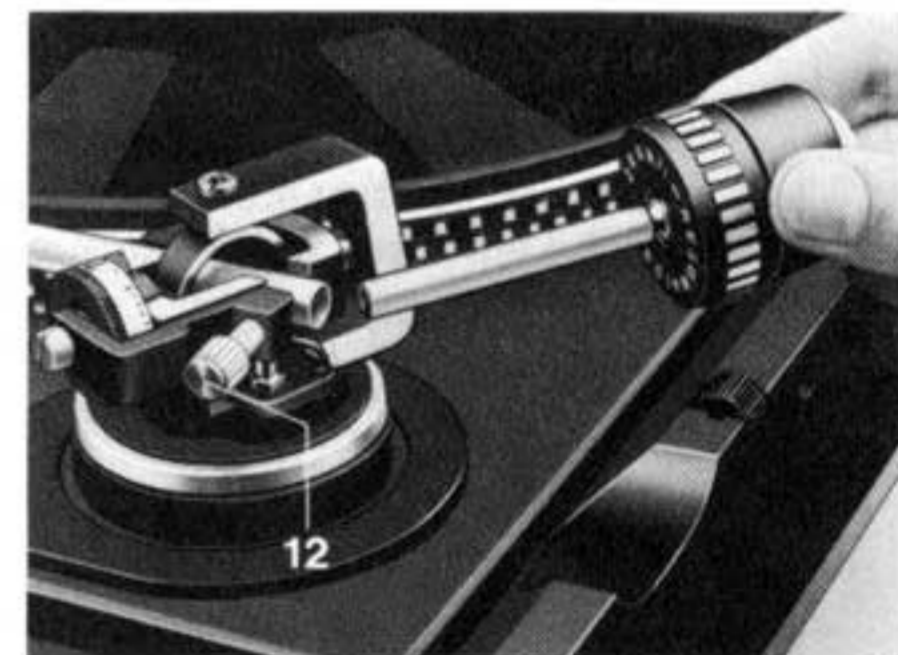

Fig. 3
Nehmen Sie bitte das Tonarm-Balancegewicht aus dem Styroporeinsatz und stecken Sie den Dorn des Balancegewichtes, nach Lösen der Feststellschraube (12), in die dafür vorgesehene Öffnung am hinteren Ende des Tonarmes. Die dreikantförmige Aussparung am Dorn muß dabei nach unten zeigen (Fig. 3). Das Ausbalancieren sowie das jetzt erforderlich werdende Einstellen von Auflagekraft und Antiskating ist ausführlich beschrieben auf den Seiten 16, 18 und 20.
Placer alors le plateau directement sur le moteur. Retirer le contre-poids du bras de l'emballage de styropor, et introduisez la tige du contre-poids, après avoir desserré la vis de blocage (12), dans l'ouverture prévue à cet effet à l'extrémité arrière du bras de lecture. L'encoche triangulaire de la tige doit alors être tournée vers le bas (Fig. 3).
Next place platter directly on the motor. Take the tonearm counterbalance out of its styrofoam insert. Loosen the setscrew (12) at the rear of the tonearm, and insert the shaft of the counterbalance in the opening provided for this purpose. The triangular-shaped notch of the shaft must point in downward direction (Fig. 3).